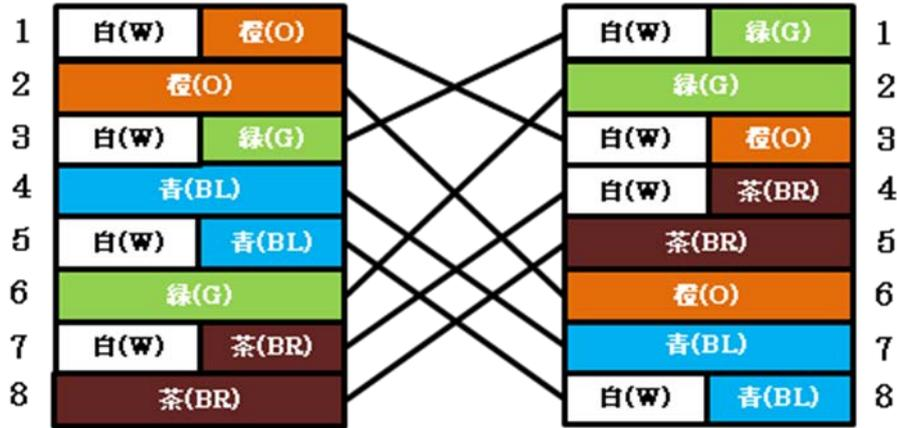

図5-4クロスケーブル(IEEE802.3ab)
- クロスケーブル(IEEE802.3ab) : 図5-4で示すようにピン配置は一方の端のピン配置は568B規格に従い、もう一方の端のピン配置はIEEE802.3ab規格に従います。4組すべてがクロスオーバー結線となる1000BASE-T用のピン配置です。